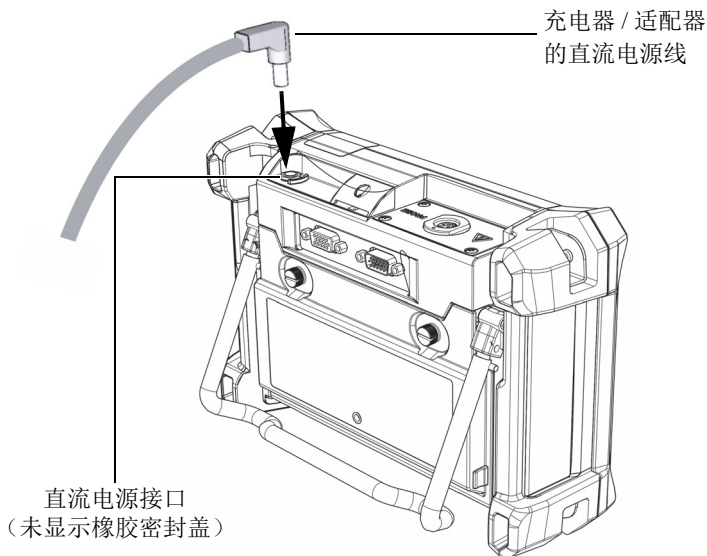

图 2-8 连接直流电源线
3. 将充电器 / 适配器的直流电输出电源线连接到 BondMaster 600 仪器顶部的直流电源接口（参见第 37 页的图 2-8）。